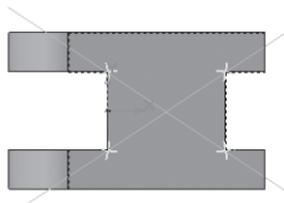

рис. 218
- с помощью  – Вспомогательной прямой найдите местоположение центра отверстия (рис. 218);